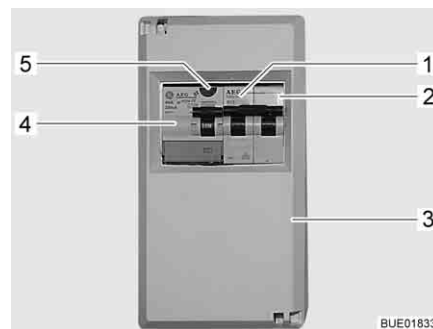

Fig. 143 Caja de fusibles de 230 V con interruptor de protección de línea e interruptor FI
- Desconectar el interruptor de protección de línea (Fig. 143,1 y 2) en la caja de fusibles (Fig. 143,3).
- Al estar el vehículo conectado a la alimentación de 230 V, pulsar la tecla de prueba (Fig. 143,5) del interruptor de corriente de defecto (interruptor FI) (Fig. 143,4) en la caja de fusibles (Fig. 143,3). Se debe activar el interruptor de corriente de defecto.
- Desconectar los interruptores de protección de línea (Fig. 143,1 y 2) en la caja de fusibles (Fig. 143,3).